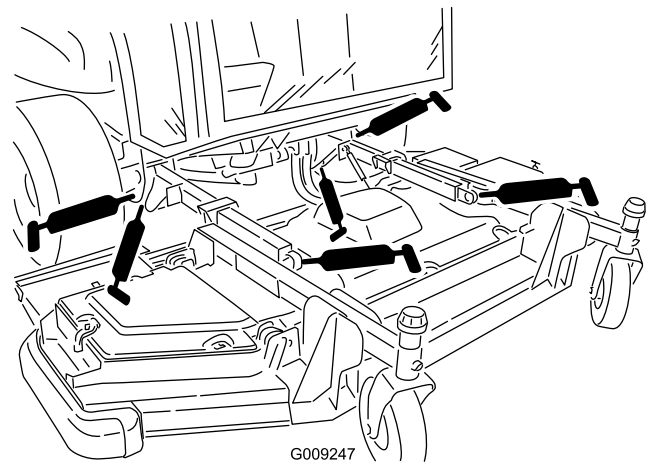

Figura 53
- 2 boccole orientabili del braccio di sollevamento (Figura 53)
- 2 giunti a sfera del braccio di sollevamento (Figura 53)
- 2 perni di articolazione del cilindro di sollevamento del piatto anteriore (Figura 53)